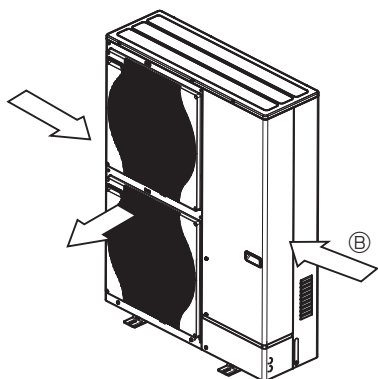

Fig. 2-5
- ③ Asetage seade võimalusel nii, et õhu väljalaskeava on risti hooajalise tuule suunaga. (Fig. 2-5)